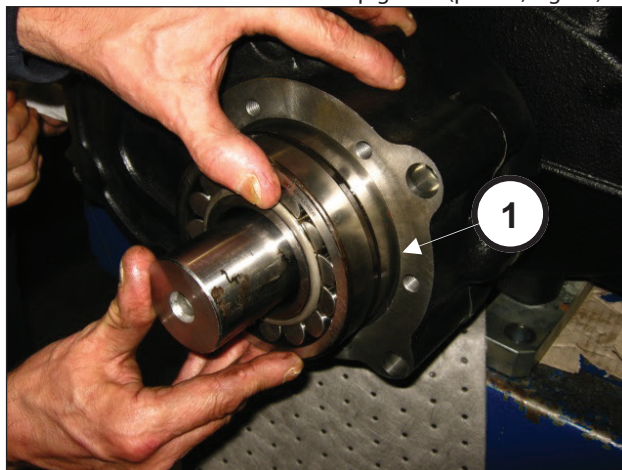

Fig. 74
Inserire il cuscinetto 60x130x46 sul pignone (pos. ①, Fig. 74).